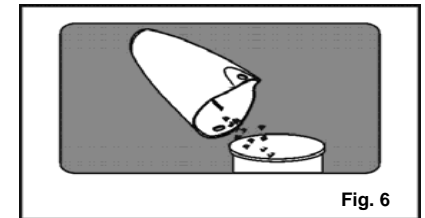

Fig. 6
3. Videz la poussière contenue dans la coupelle (Fig. 6)